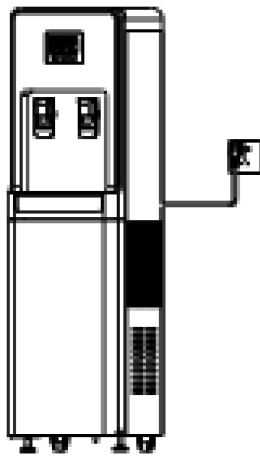

Figure 1 · Débranchez l'appareil de la prise
1. Débranchez l'appareil (figure 1).
1. Débranchez l'appareil de la prise murale (figure 1).
1. Débranchez l'appareil de l'alimentation électrique (figure 1).